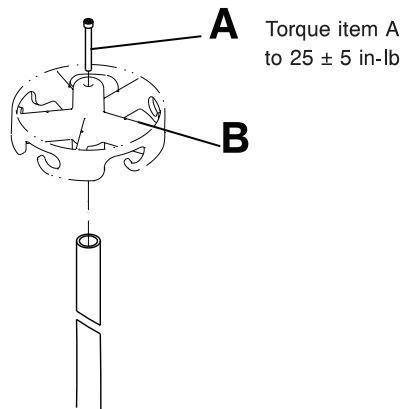

図15-32: 点滴ポール トッパーの交換
1. 3/16"六角レンチを使用して、点滴ポール トッパー (B) の中心から六角穴付きボルト (A) を取り外します。ボルトを保管しておきます (15-53ページの図15-32)。
4. 3/16"六角レンチを使用して、(手順1で取り外した) 六角穴付きボルト (A) を取り付け、点滴ポールに点滴ポール トッパーを固定します。3/8"駆動トルクレンチを使用して、ボルトを $25 \pm 5$  in-lb ( $2,8 \pm 0,6$  Nm) のトルクで締めます。